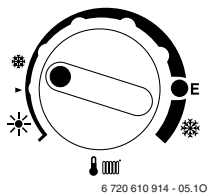

Fig. 5
- ▶ Laisser le chauffage allumé. Positionner le sélecteur  en minimum sur  (voir figure 5).